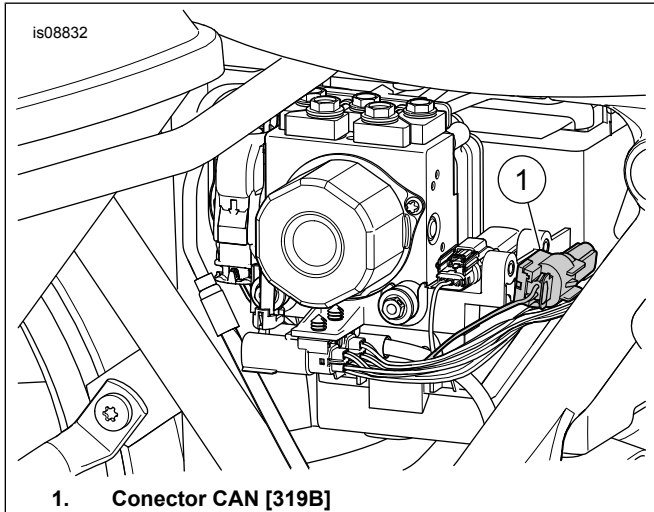

Figura 3. Conector CAN [319B], sob a tampa lateral direita
- Veja Figura 3. Localize o conector CAN Delphi de 2 pinos [319B] (1) na tampa lateral direita.